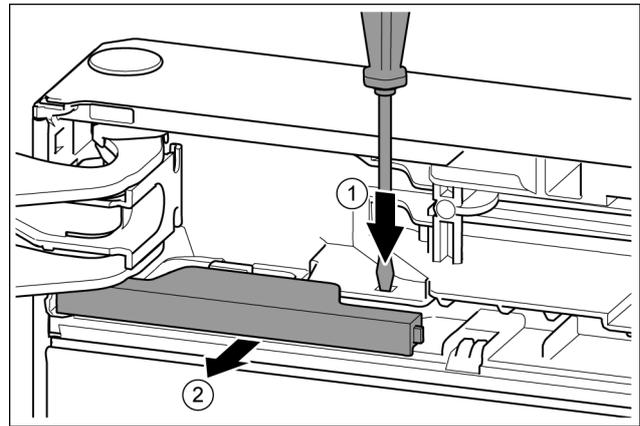

Fig. 11
- ▶ Con un cacciavite spingere la linguetta. Fig. 11 (1)
- ▶ Estrarre la copertura dal bloccaggio. Fig. 11 (2)